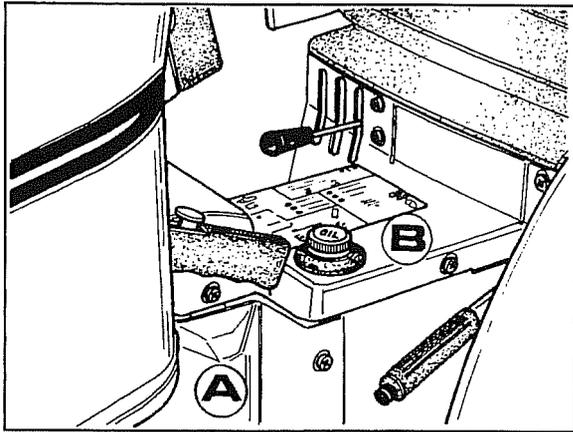

Fig. 1
- 1 Quitar la protección central **B**, el lateral **A** y el del lado opuesto como se ve en la fig.1.